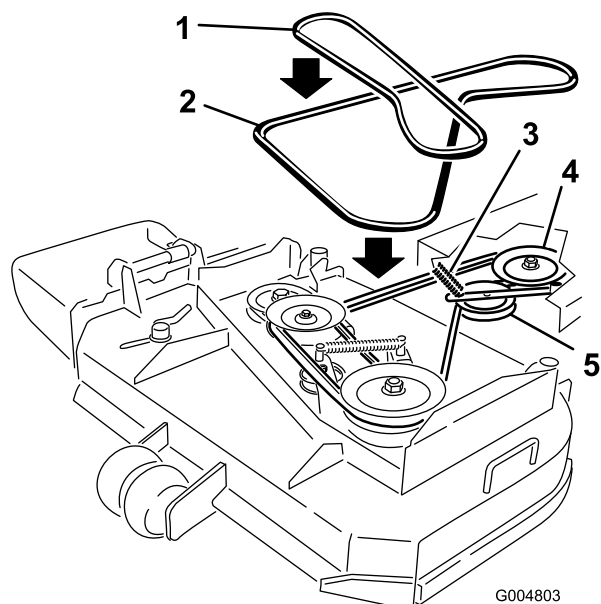

Figura 45
- Rotolate la cinghia lontano dalla puleggia centrale sulla scocca del motore (Figura 45). Fate attenzione quando toglie la cinghia poiché la tensione aumenterà a causa della puleggia tendicinghia a molla.
- Togliete la cinghia dalla puleggia del motore e dalla puleggia tendicinghia a molla (Figura 45).
- Montate la nuova cinghia sulla puleggia del motore e sulla puleggia tendicinghia a molla (Figura 45).
- Rotolate la cinghia nella puleggia centrale sulla scocca del motore (Figura 45). Fate attenzione quando